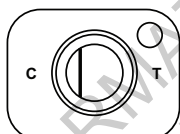

Fig. 1b. Negativo
- Resultado negativo:** Un test no puede interpretarse como negativo o inválido hasta 10 minutos después de la adición del *Sustrato*. Se observa una sola línea azul en el lado de control ("C") de la *Ventana de reacción* y no se observa una línea de test en el lado "T" de la *Ventana de reacción* (Fig. 1b). Un resultado negativo indica que la toxina de *C. difficile* está ausente en la muestra o por debajo del límite de detección del test.